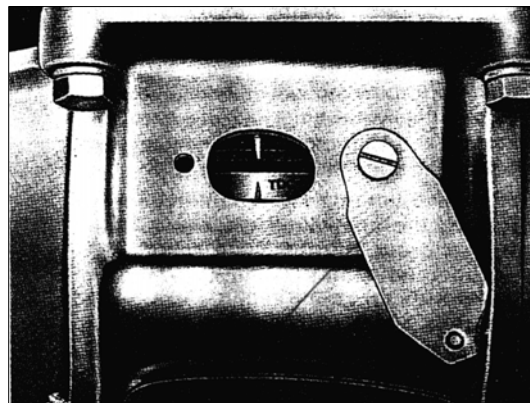

РИС. 112
- 3) Проверните коленвал таким образом, чтобы привести поршень №1 в ВМТ - I. В этом положении клапаны цилиндра №6 будут находиться в положении перекрытия (рис. 112).